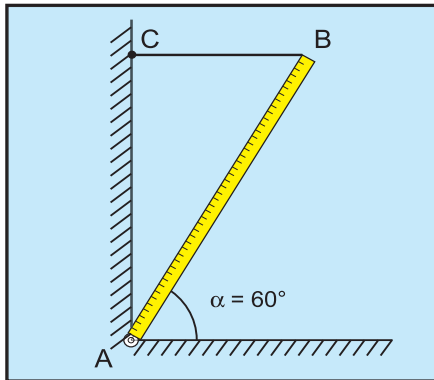

Fig. 30
6. Une barre homogène (AB) de masse $m = 10 \text{ kg}$ est maintenue par un fil horizontal BC dans une position d'équilibre formant un angle $\alpha = 60^\circ$ avec l'horizontale (Fig.30). Le fil BC et la barre (AB) sont dans un même plan vertical. Déterminer graphiquement les forces qui s'exercent sur la barre. On prendra : $||\vec{g}|| = 10 \text{ N.kg}^{-1}$ et une échelle adéquate : 2 cm pour 20 N par exemple.